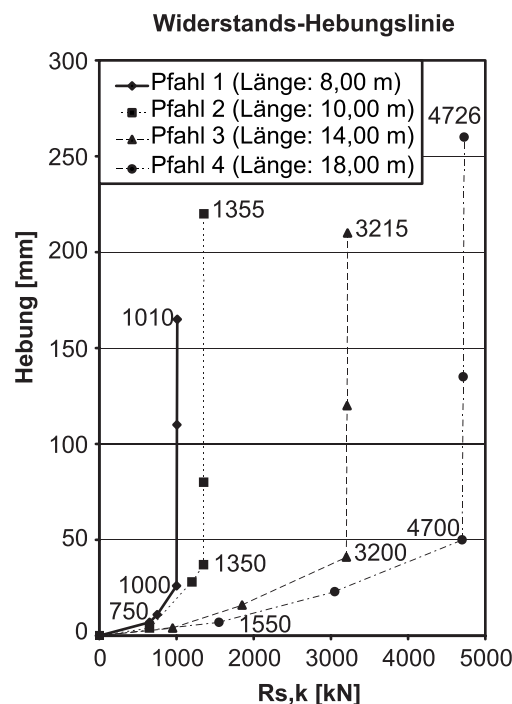

Abbildung 2.1: Widerstands-Hebungslinien der Versuchspfähle
Um dem Auftrieb entgegen zu wirken, ist eine Auftriebssicherung mit RI-Pfählen in einem Raster von 2,50 x 2,50 m geplant. Zur Ermittlung der Pfahlausziehkräfte wurden bereits vier Versuchspfähle mit unterschiedlichen Längen in der Feinsandschicht hergestellt und auf Zug belastet. Die Ergebnisse sind in Abbildung 2.1 dargestellt.
- 2.2 Bestimmen Sie in Abhängigkeit des erforderlichen charakteristischen Pfahlwiderstandes die erforderliche Länge für die Pfähle. Stellen Sie dazu aus den Widerstands-Hebungslinien in Abbildung 2.1 die charakteristischen Bruchwerte der Pfahlmantelreibung in Abhängigkeit der Länge des Pfahles in einem Diagramm dar.